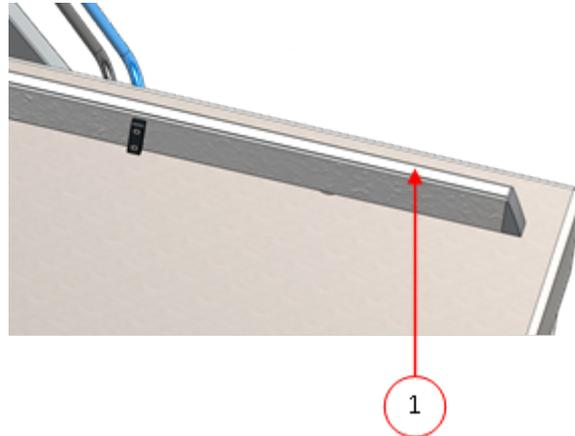

Abbildung 26: Austausch des Silikongummis der Silikonhalter
1. Ziehen Sie das alte Silikongummi vom Halter ab, vgl. *Abbildung 26: Austausch des Silikongummis der Silikonhalter* auf Seite 65.